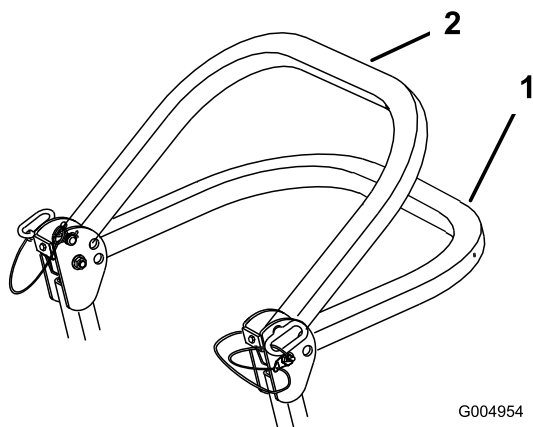

Figura 7
2. Abbassate il roll bar. Il roll bar può essere abbassato in due posizioni; Vedere Figura 7.